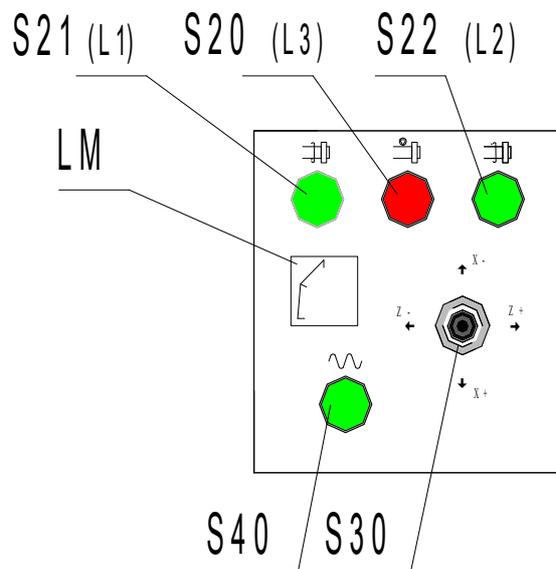

Рис.2
- операторский пульт производителя станка (рис.2)
5.1. Кнопки на управление (рис.2)